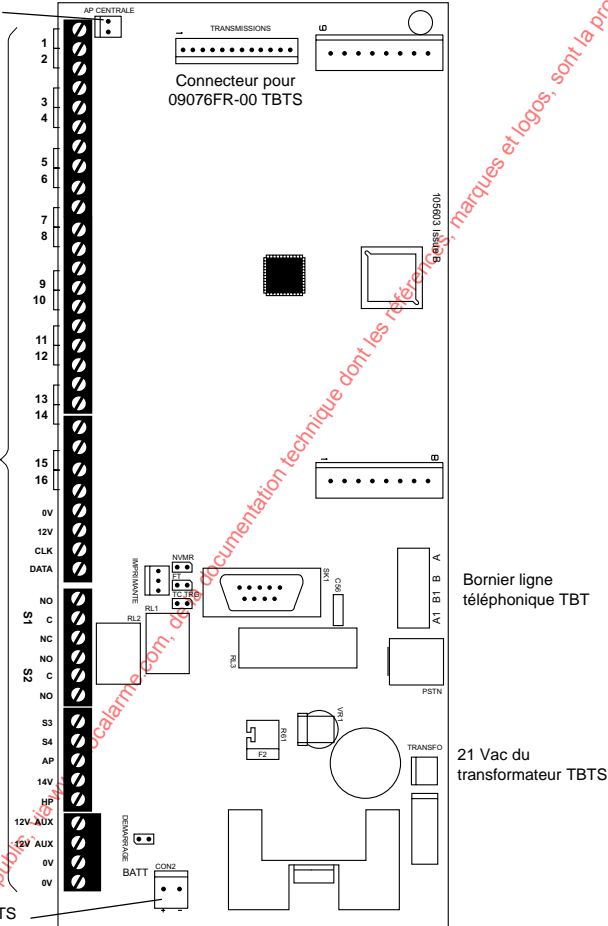

Figure 16. Connecteurs TBT et TBTS sur la centrale 09852FR-00
*Note : les indications "TBTS" et "TBT" apparaissant sur la figure 16 de la page précédente sont uniquement données à titre d'information et ne figurent pas sur le circuit imprimé principal de la centrale 09852FR-00.*